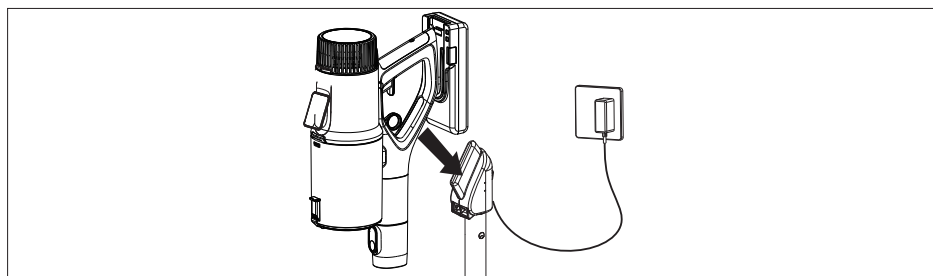

Fig. 7 – Recharger sur le support sur pied
Buse pour fentes (7) (voir fig. 7)	Aspiration dans les recoins, endroits inaccessibles avec la buse de sol, les cadres de fenêtre, les plis de tissus, etc.
Buse 2 en 1 (8) (voir fig. 7)	- Brosse : Aspiration d'objets fragiles tels que livres, cadres ou meubles rembourrés, rideaux, grilles - buse uniquement : lits, canapés, coussins